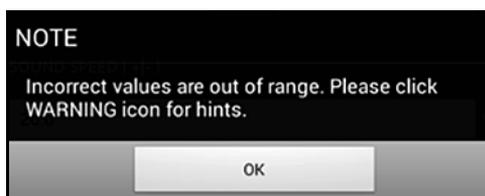

Figure 118 : Message de dépassement des limites
9. Il existe une plage acceptable pour chacun des paramètres entrés dans ce menu. Si vous entrez une valeur qui ne se trouve pas dans ces limites, un message similaire à la *Figure 118* ci-dessous apparaît.